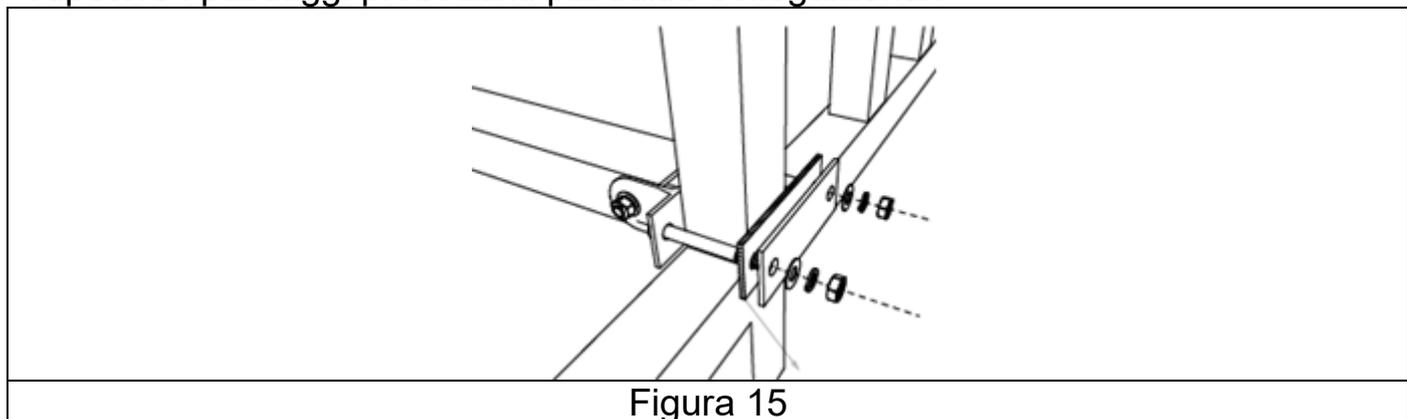

Figura 15
**Fase 6:** collegare la staffa posteriore (B) con la parte inferiore della ringhiera del balcone.
- Prendere 2 M8x90 (K), 1 rondella in acciaio inox (L) e 2 dadi esagonali (E) (figura 15).
- Inserire la vite M8x90 (K) nel supporto della gamba posteriore.
- Applicare la rondella in acciaio inox (L) sulle viti da fissare.
**Nota:** la rondella in gomma potrebbe essere già incollata alla rondella di acciaio inox (L).
- Utilizzare il dado esagonale (E) per serrare il collegamento.
- Utilizzare la vite M8x60 (J) e un dado esagonale (E) per serrare il collegamento (figura 15).